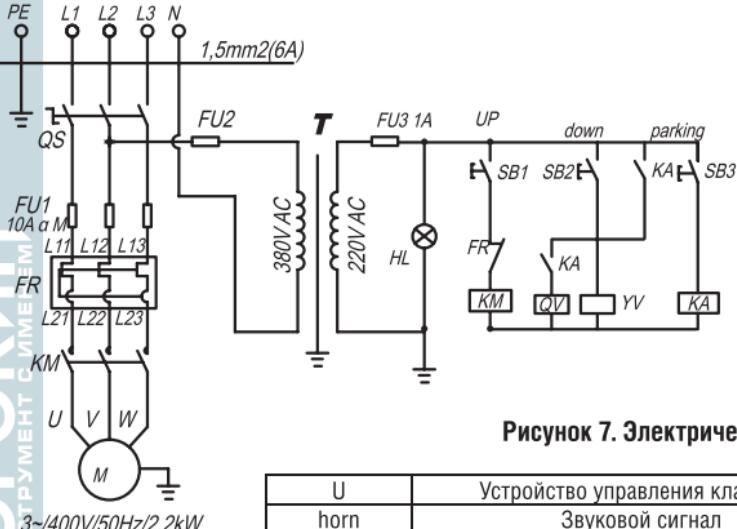

Рисунок 7. Электрическая схема.
- Подключите питание сети (3 ф. 380 В, 50 Гц), электрическая схема на (рис.7). Все работы по подключению должны выполняться квалифицированным электриком, с уровнем допуска по электробезопасности не ниже третьего.